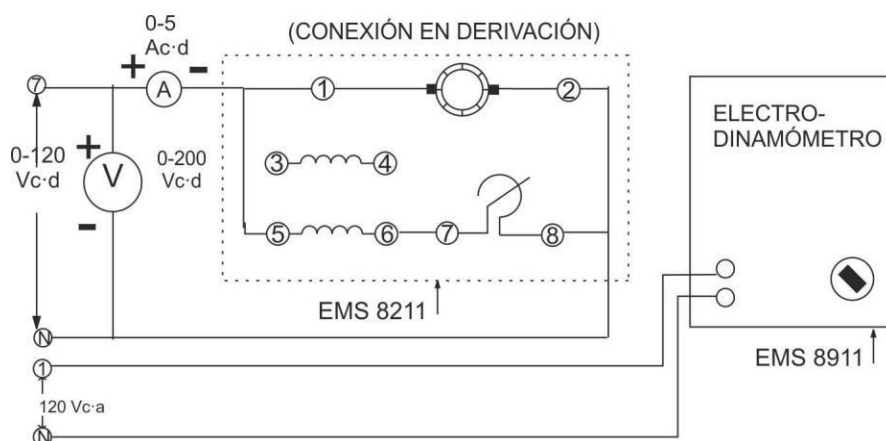

Figura 1
1. Conecte el circuito ilustrado en la figura 1, utilizando los Módulos de EMS de fuente de energía, motor/generador, medición de c-d y electrodinamómetro.